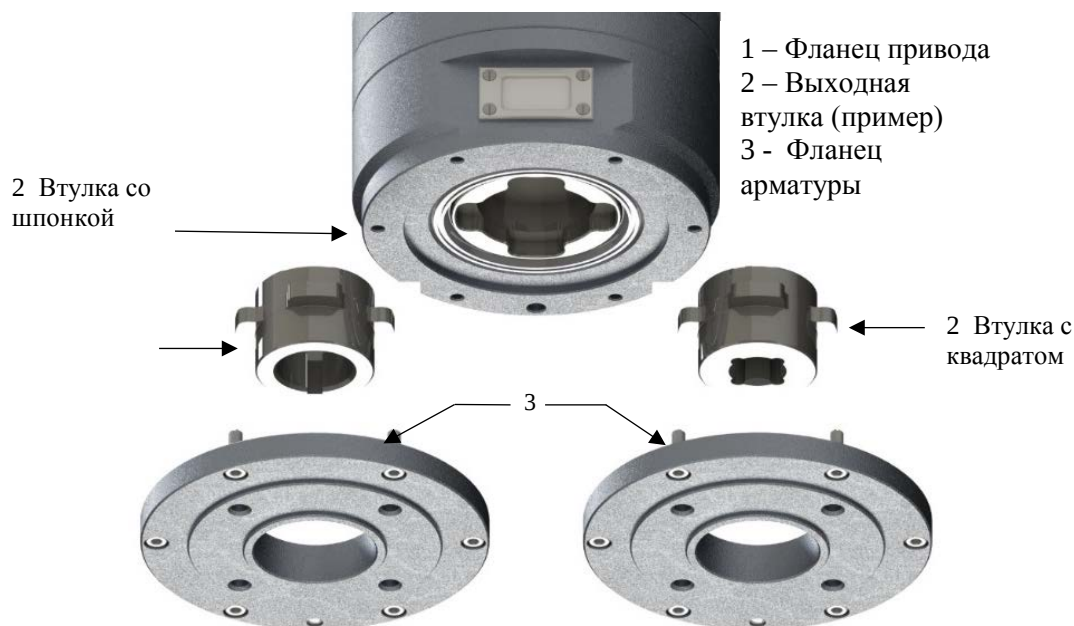

Рисунок15
- установить РэмТЭК вертикально на арматуру или переходник так, чтобы совпали элементы вала арматуры или переходника (кулачки, квадрат, шпонка и т.п.) с соответствующими элементами выходного звена привода, при необходимости проворачивая выходное звено привода с помощью ручного дублера (см.рис.15);